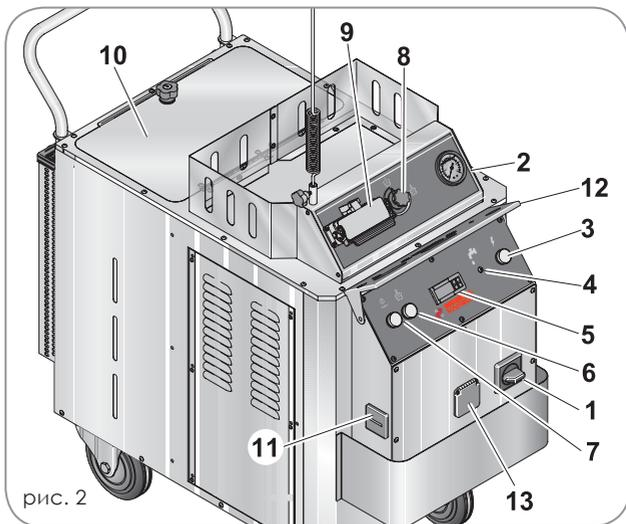
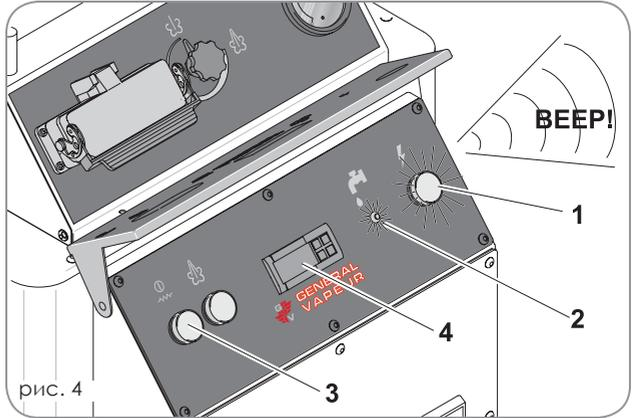

рис. 2
рис. 4
Лампочка (поз. 1, рис. 4), загоревшаяся на панели управления, указывает на правильное подключение к сети.
При отсутствии воды в резервуаре включается соответствующая сигнальная лампочка и подается звуковой сигнал. Включить главный выключатель подачи тока на насос и сопротивление (поз. 3, рис. 4).
Индикатор температуры в течение 4-5 секунд будет мигать, а затем начнет гореть непрерывно, показывая внутреннюю температуру котла. Сигнальная лампочка (поз. 2, рис. 4) загорится на 2 секунды, а потом погаснет.
Когда температура достигает значения около 180 °С (считывается на дисплее индикатора 4, рис. 4), а давление – примерно 10 бар (манометр 2, рис. 2), устройство готово к работе.
При отсутствии воды в резервуаре сигнальная лампа (поз. 2, рис. 4) начнет мигать и будет подан звуковой сигнал.
При наполнении резервуара водой до минимального уровня сигнальная лампа и звуковой сигнал (поз.2, рис. 4) выключаются.
– При наполненном резервуаре и пустом котле запустите парогенератор с помощью выключателей (см. параграф «ПОДГОТОВКА»). При этом включится насос подачи воды, который заполнит котел до требуемого уровня. На этой стадии нагревательный элемент отключен, а сигнальная лампочка (поз. 2, рис. 4) непрерывно горит без подачи звукового сигнала, указывая на то, что идет процесс наполнения.
– По окончании процесса наполнения насос отключается, сразу после чего включается сопротивление и начинается процесс нагревания. Сигнальная лампочка (поз. 2, рис. 4) при этом гаснет.
– Каждый раз, когда датчик уровня воды в котле обнаруживает ее недостаток, запускается функция наполнения. В процессе восстановления уровня сопротивление продолжает работать, а сигнальная лампочка (поз. 2, рис. 4) непрерывно горит без подачи акустического сигнала.
– Если в процессе наполнения котла датчик уровня воды в резервуаре остался полностью открытым, система немедленно блокирует функцию подачи воды, а сигнальная лампочка (поз. 2, рис. 4) начинает мигать и звучит прерывистый звуковой сигнал.
– Каждый раз, когда датчик уровня воды в резервуаре обнаруживает ее недостаток, система немедленно блокирует функцию подачи воды в котел, а сигнальная лампочка (поз. 2, рис. 4) начинает мигать и звучит прерывистый акустический сигнал.
ВНИМАНИЕ! Если в процессе наполнения датчик уровня воды в котле остается открытым более 3 минут, система отключает функцию нагревания и наполнения, лампочка начинает мигать и звучит акустический сигнал. В этом случае следует перезапустить парогенератор, отключив и снова включив главный выключатель (поз. 3, рис. 4).
Регулировка осуществляется с помощью 4 кнопок, установленных на терморегуляторе (поз. 5, рис. 2), следующим образом: